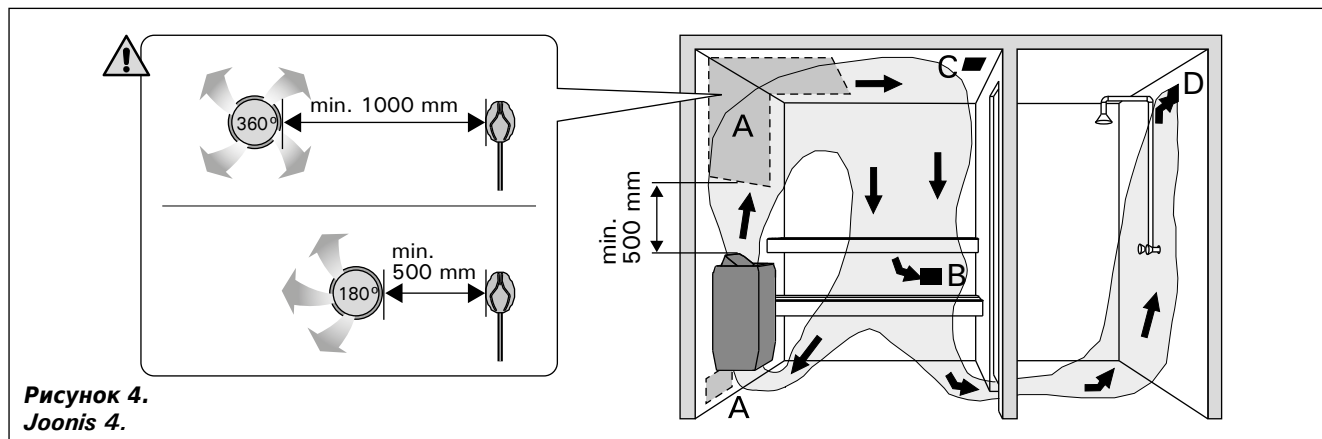

Рисунок 4.
Воздух в сауне должна заменяться шесть раз в час. На рис. 4 показаны варианты вентиляции сауны.
**Вентиляционное окно не должно охлаждать температурный датчик. См. рис. 4.**